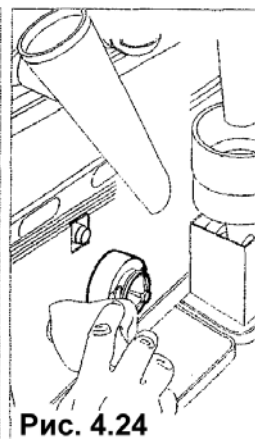

Рис. 4.24
- Тканью, смоченной раствором, очистите основание блока взбивания (рис. 4.24).